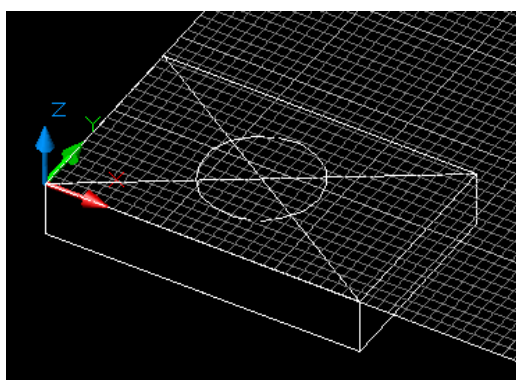

Рис. 7.10. Определение центра и построение окружности
- 3) определяем геометрический центр верхней грани параллелепипеда (путем построения диагоналей) и в пересечении строим окружность (рис. 7.10);